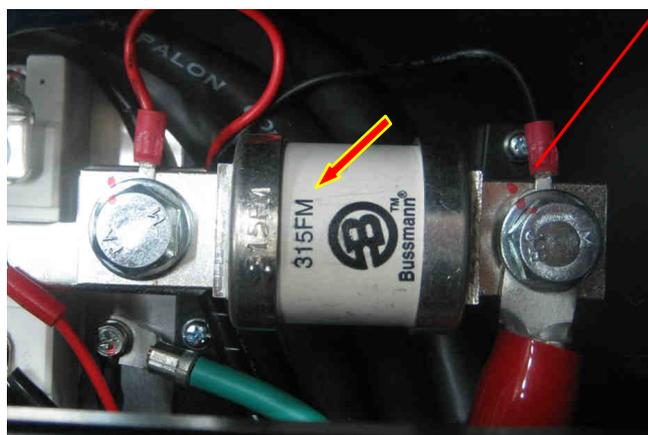

Рис. 6.8.
6.7.1. Выкрутить два болта и демонтировать силовой предохранитель (рис. 6.8, красные стрелки). Положить винты и болты с шайбами в тару.